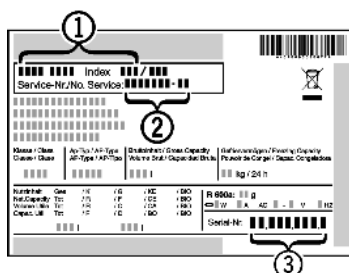

Fig. 12
- Aflæsapparatets betegnelse Fig. 12 (1), service-nr. Fig. 12 (2) og serie-nr. Fig. 12 (3) fra typeskiltet. Typeskiltet er anbragt på apparatets venstre inderside.
- Underret vores kundeservice og meddel fejlen, apparatets betegnelse Fig. 12 (1), service-nr. Fig. 12 (2) og serie-nr. Fig. 12 (3).